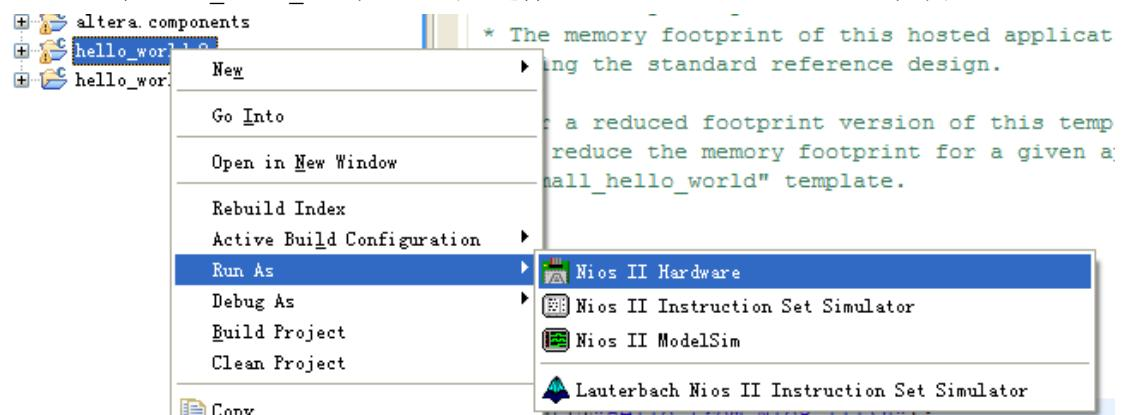

图 6-17 运行 C 代码
23. 在 hello\_world\_0 工程上右击, 选择 Run As ->Nios II Hardware, 如图 6-17。